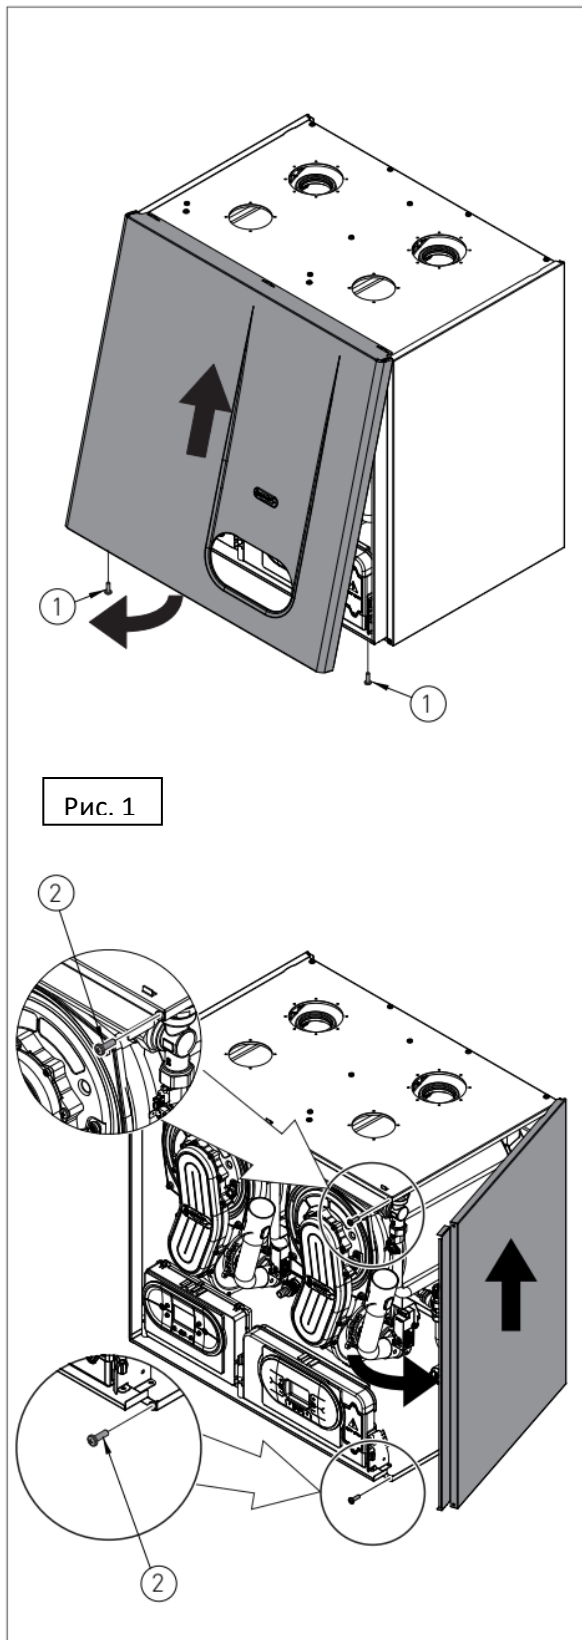

Рис. 1
- > Возьмитесь за переднюю панель снизу, и потяните ее на себя и вверх, чтобы снять панель (см. рис. 1).
- > Снимите крепежные винты (поз. 2 на рис. 1), размещенные спереди на боковой панели.
- > Возьмитесь за панель снизу, сдвиньте ее вбок и потяните вверх, чтобы снять панель (см. рис. 1).